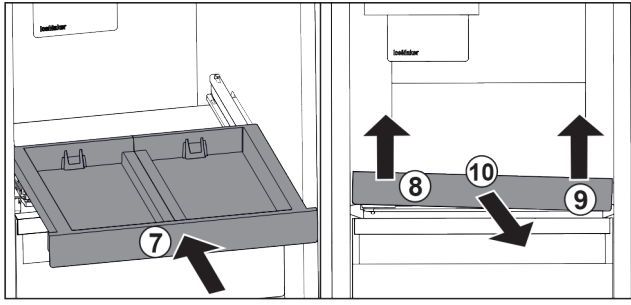

Fig. 98
- ▶ 推入拉出式搁板。 Fig. 98 (7)
- ▶ 抬起抽屉左前部。 Fig. 98 (8)
- ▶ 抬起抽屉右前部。 Fig. 98 (9)
- ▶ 向前取出拉出式搁板。 Fig. 98 (10)